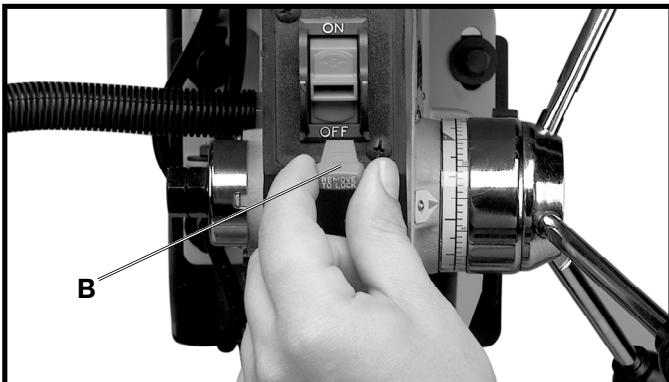

Fig. 19
IMPORTANTE: Cuando la herramienta no es adentro uso, el interruptor se debe bloquear en la posición de “OFF”. Esto puede hacerse al tomar la palanca del interruptor (B) y extrayéndola del interruptor, como puede apreciarse en la Fig. 19. Una vez quitada la palanca del interruptor (B), el interruptor no podrá ser accionado. Sin embargo, si se llegase a quitar la palanca del interruptor durante el funcionamiento de la taladradora, el interruptor puede ser **APAGADO**, pero no puede volverse a encender sin la inserción de la palanca del interruptor (B).